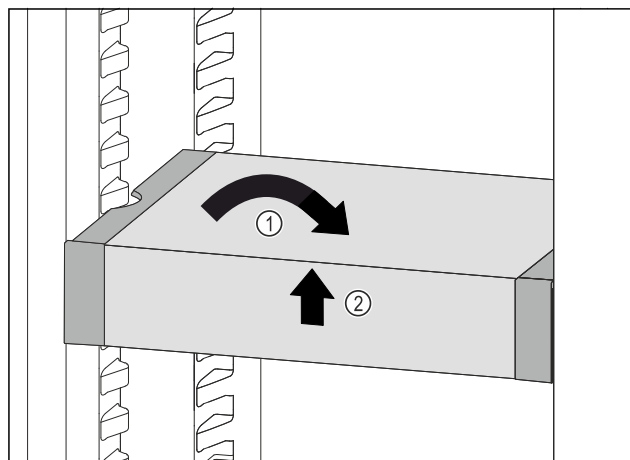

Fig. 97
- Remettre le VarioSafe droit. Fig. 97 (1)
- Soulever la partie avant du VarioSafe. Fig. 97 (2)